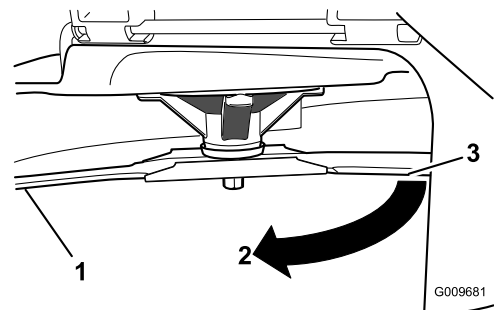

Bild 45
4. Drehen Sie dasselbe Messer um 180 Grad, sodass die andere Schnittkante jetzt in derselben Stellung ist (Bild 45).